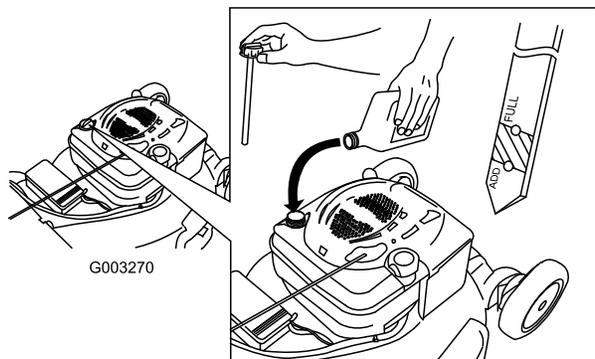

Figure 6
2. Retirez la jauge (Figure 6) et versez de l'huile dans le tube de remplissage pour remplir le carter moteur aux 3/4.
5. Sortez de nouveau la jauge et vérifiez le niveau d'huile ; voir Figure 6.
- Si le niveau d'huile est trop bas, ajoutez lentement une petite quantité d'huile dans le tube de remplissage, puis répétez les opérations 3 à 5 jusqu'à ce que le niveau d'huile soit correct, comme montré à la Figure 6.
1. Levier de hauteur de coupe (4)